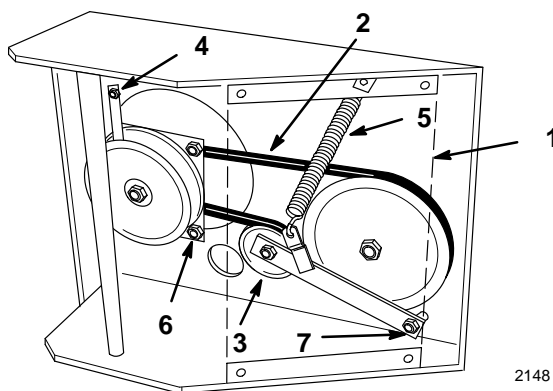

Figure 31
3. Retirer le boulon avant gauche de montage du moteur, qui fixe l'arrêt d'embrayage au châssis (Fig. 31). Décrocher l'arrêt de l'embrayage, et le déposer.
4. Décrocher le ressort de tension du côté du châssis (Fig. 31).
7. Serrer le boulon de pivot à 47-54 N.m (35-40 ft. lb). Rattacher le ressort de tension du bras de galet tendeur au côté du châssis (Fig. 31).